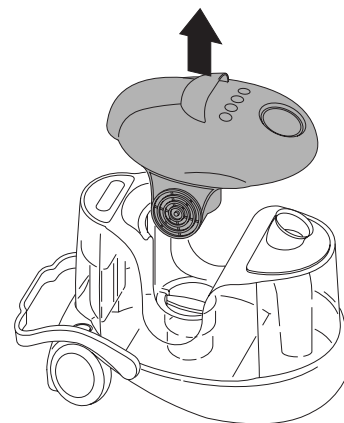

fig. 2
- Extraiga la tapa motor F (fig. 2).